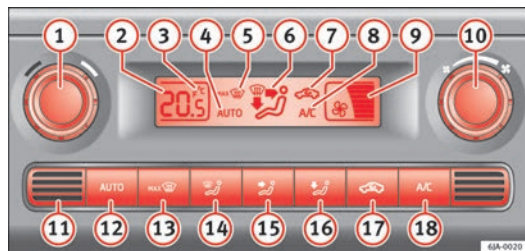

Fig. 100 Climatronic: elementos de utilização
-  ⑩ ⇒ Fig. 100 ⇒ Página 138 ligado.
- Pressione o botão  ⑫ ⇒ Fig. 100 ⇒ Página 138.
Mantenha pressionados simultaneamente os botões  e  ⇒ Fig. 100 ⇒ Página 138. No ecrã aparecem os dados nas unidades pretendidas.
Na parte inferior, encontra-se o sensor da temperatura interior ⑪ ⇒ Fig. 100 ⇒ Página 138. Não o cubra com adesivos ou de qualquer outra forma, já que pode influenciar negativamente o funcionamento do Climatronic. ■
- Ajusta os difusores ③ ⇒ Página 131 e ④ para que a corrente de ar seja apontada ligeiramente para cima.
- Pressione o botão **AUTO** ⑫ ⇒ Fig. 100, no ecrã aparece **AUTO**.
- Ao ligar a ignição, pode utilizar o botão  ⇒ Fig. 100 ⇒ Página 138 para ajustar a temperatura interior desejada.
- Pressione o botão   ⇒ Fig. 100 ⇒ Página 138, no ecrã aparece o símbolo .
- Rode o botão  ⇒ Fig. 100 ⇒ Página 138 para a esquerda (diminuir a velocidade) ou para a direita (aumentar a velocidade).
- Pressione o botão  **13** ⇒ Fig. 100 ⇒ Página 138.
- Pressione várias vezes o botão  **13** ⇒ Fig. 100 ⇒ Página 138, ou pressione o botão .